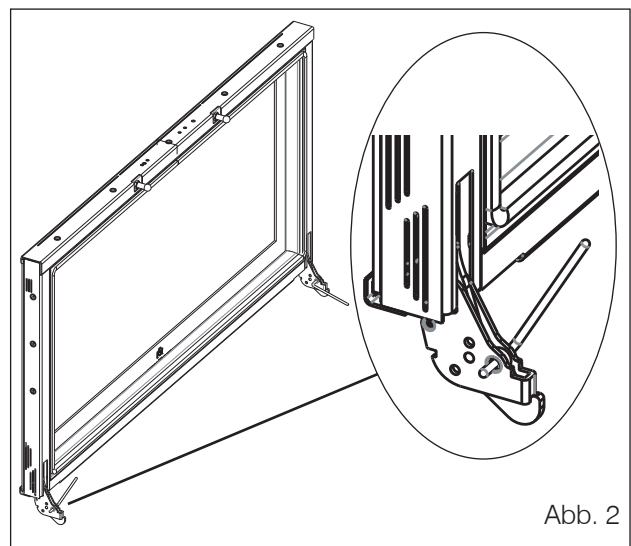

Abb. 2
- die Tür des Feuerraums, indem sie mit Hilfe der mitgelieferten Bolzen abgenommen wird (Abb. 2)